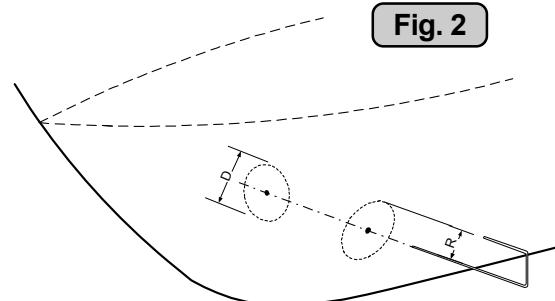
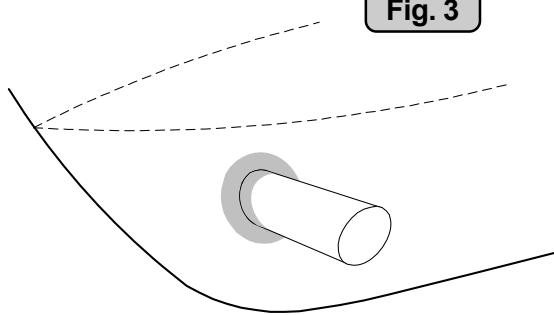
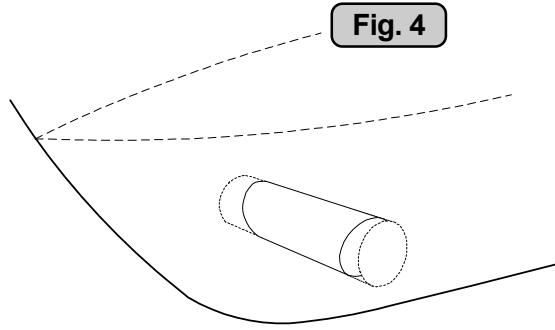

Fig. 2
Fig. 3
Fig. 4
1. The best solution which normally reduces the drag most is to make a recess in the hull at the back of the tunnel. Thereby the back face is gone and about all the drag (Fig. 2). The depth and shape of this recess will depend on the boat. Basically you should not see the back face of the tunnel when standing directly in front of the tunnel at the angle of the boats centreline. The angle up or down backwards of the insert in the hull, depends on the hull shape, but normally it is angled slightly down because of the water flow on this area of the hull.
2. The drag will also be reduced a lot, especially in fast power boats, by making a deflector / spoiler in front of the tunnel. This will push the water flow out from the hull so that most of it passes by the back face of the tunnel (Fig. 3).
1. Der störende Effekt wird am deutlichsten reduziert, indem man im Rumpfbereich hinter dem Tunnel eine Aussparung vornimmt. Dadurch werden Auftreiffläche und störender Effekt eliminiert (Fig. 2).
Das Wasser wird so beeinflußt, daß es größtenteils an der frontalen Fläche vorbei geleitet wird (Fig. 3).
- Den løsningen som vanligvis reduserer motstanden mest er å lage en fordypning i skroget i akte ende av tunnelåpningen. Den loddrette flaten vil da forsvinne og dermed motstanden. Hovedregelen å følge er at bakkanten av tunnelen ikke skal synes når man står rett foran båten å titter akterover langs båten senterlinje. Dybden, utformingen og vinkling av fordypningen avhenger av båttypen, og hvordan vannet følger skroget, men de fleste båter vil være tjen til en fordypning som vinkler lett nedover (Fig. 2).
- Motstanden vil også reduseres av en spoiler i forkant av tunnelen. Spoileren fører det meste av vannstrømmen rundt og forbi tunnelen. Størrelsen og utformingen på spoileren avhenger av båten. Hovedregelen er at bakkanten av tunnelen ikke skal synes når man står rett foran båten å titter akterover langs båten senterlinje. Den enkleste måten å lage spoileren på er å la tunnelen stikke ut i forkant av tunnelen, og forme spoileren opp mot den (Fig. 3).
- La soluzione migliore che di norma provoca la massima riduzione del resistenza al moto, è quella che consiste nel praticare una rientranza nello scafo nella parte posteriore del tunnel. In tal modo la faccia posteriore sparisce e così quasi tutta la resistenza al moto (Fig. 2). La profondità e la forma di questa rientranza dipenderanno dall'imbarcazione. In sostanza, un osservatore posto davanti al tunnel, con un'angolazione identica a quella della mezzeria dell'imbarcazione, non deve vedere la faccia posteriore del tunnel. L'angolazione verso l'alto o verso il basso del parte posteriore dell'inserto nello scafo dipende dalla sagoma dello scafo; di solito si ha una leggera angolazione verso il basso, a causa del flusso d'acqua su questa area dello scafo.
- La resistenza al moto viene inoltre ridotta di molto, in particolare nelle imbarcazioni a motore veloci, realizzando un deflettore o un baffo davanti al tunnel. In tal modo il flusso d'acqua viene deviato e allontanato dallo scafo, per cui la maggior parte di esso passa per la faccia posteriore del tunnel (Fig. 3).
Bend a Ø 5mm steel bar as shown with the "tip" bent back at the tunnel radius and mark the circle for the tunnel opening (outside diameter of the tunnel). Cut the hole with a jigsaw (Fig. 2).
Grind off the gelcoat and polyester so that you are down in the "real fibreglass" in an area of 12cm around the hole both inside and outside in the hull to cast the tunnel to the hull (Fig. 3).
Insert the tunnel and mark its shape to fit the hull (Fig. 4). (if you are installing with a deflector/spoiler, leave a part or the tunnel of the front- and underside of the tunnel to have a base for this (see page 20, Fig. 2). Cut the tunnel ends to the desired shape and lightly sand its surface and clean with acetone or similar where you are going to apply fibreglass.
Durch beide Löcher eine Stahlstange (Ø 5mm) führen und die Tunnelöffnung anzzeichnen (Außendurchmesser des Tunnels). Diese Fläche mit einer Stichsäge ausschneiden (Fig. 2).
Den Rumpf auf der Innenseite 12cm um das Tunnelloch frei von Gelcoat und Polyester machen, bis Fiberglas sichtbar wird (Fig. 3).
Den Tunnel einsetzen und die Schnittlinie mit dem Rumpf anzeigen (Fig. 4). Wird ein Abweiser / Spoiler benötigt, lassen Sie den Tunnel etwas aus dem Rumpf stehen (Vorder- und Unterseite des Tunnels), um einen Grundträger zu erhalten (siehe Seite 20, Fig. 2). Die Tunnelenden auf die gewünschte Form abschneiden und die Enden leicht anschleifen. Danach mit Aceton o.ä. dort reinigen, wo Fiberglas aufgetragen werden soll.
Bøy til og tilpass en 5 m.m. stålstang, som vist på fig. 2 der den tilbakebøyde enden skal markere tunnelens radius. Stikk enden inn å marker tunnelens ytre diameter, skjær ut hullet med en stikksag (Fig. 2).
Puss av gelcoat og polyester så glassfiberen ligger bar i et 12 cm stort område rundt tunnel hullet. Dette må gjøres på innsiden og utsiden av skroget, før tunnelen støpes fast i skroget (Fig. 3).
Sett inn tunnelen å markør hvor det skal kappes for å passe i skroget (Fig. 4). Hvis det skal støpes en spoiler i forkant av tunnelen bør en del av tunnelen stikke ut i for og underkant av skroget for å støpe spoileren mot (Side 20, Fig. 2). Kapp tunnelen i ønsket størrelse. Slip lett med slipepapir, og vask med acetone der hvor det skal støpes med glassfiber.
Trovare la posizione opportuna dell'imbarcazione tenendo conto delle indicazioni fornite nella parte precedente di questo manuale e delle misure applicabili per il modello di propulsore che si sta installando. Contrassegnare il centro del tunnel su entrambi i lati. In corrispondenza di tali contrassegni praticare un foro orizzontale da 6 mm (Fig. 1). Piegare una barra di acciaio Ø 5 mm come mostrato in figura, con la "punta" ripiegata in corrispondenza del raggio di curvatura del tunnel, e contrassegnare la circonferenza per l'apertura del tunnel (diametro esterno del tunnel). Incidere il foro con una sega da traforo (Fig. 2). Asportare con carta vetrata il gelcoat e il poliestere in modo da mettere a nudo la "fibra di vetro vera e propria" in un'area di 12 cm attorno al foro, sia all'interno che all'esterno dello scafo, per unire il tunnel allo scafo (Fig. 3).
Inserire il tunnel e contrassegnarne la sagoma per montarla sullo scafo (Fig. 4). (Se la si sta installando con un deflettore o un baffo, lasciare libera una parte del tunnel, o la parte frontale e inferiore del tunnel, per avere una base per il deflettore (v. Pag. 20, Fig. 2). Tagliare le estremità del tunnel secondo la forma de-siderata e carteggiare delicatamente la superficie; pulire con ace-tone o solvente simile nel punto in cui si applicherà la fibra di vetro.